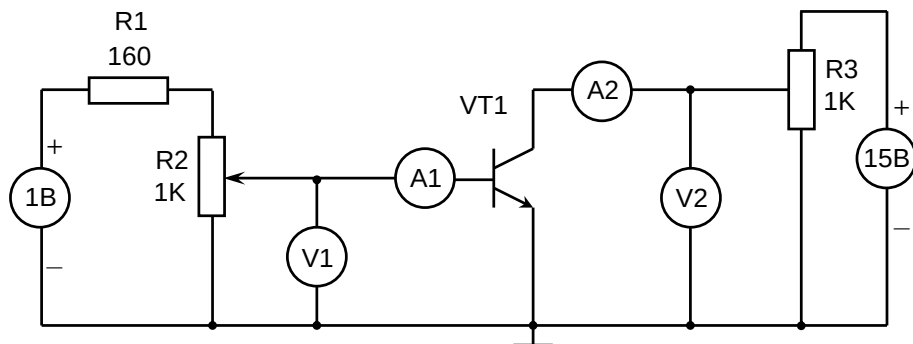

Рис. 3.6. Схема для снятия семейства входных и выходных ВАХ биполярного транзистора, включенного по схеме с ОЭ
2. Включить стенд, установить напряжение источников питания согласно значениям, указанным на рис. 3.6, контролируя результат по вольтметру.
3. Собрать схему для снятия семейства ВАХ биполярного транзистора в схеме с ОЭ аналогично приведенной на рис. 3.6. После разрешения преподавателя или лаборанта подать питание на лабораторный стенд.